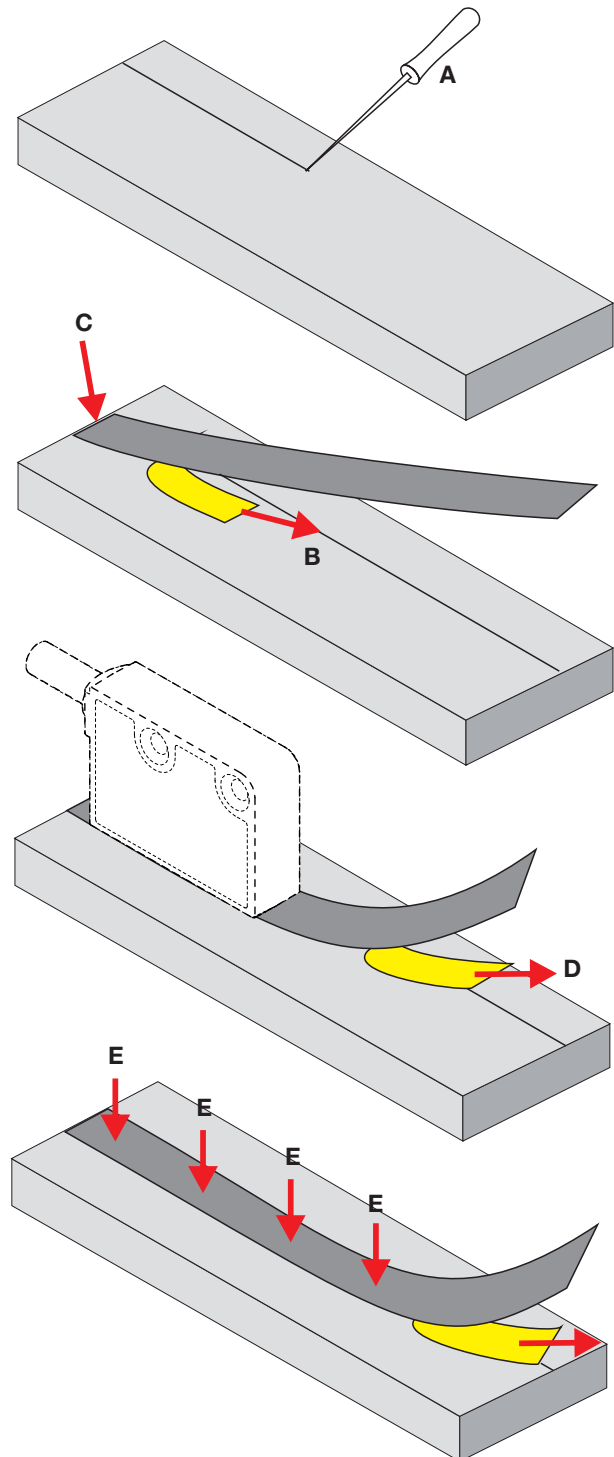

Fig. 4-5: Fixation de la bande magnétique sur une surface plane
1. Prévoir ou tracer l'arête de butée de la bande magnétique sur la partie machine (Fig. 4-5, A).
5. Retirer une partie du film de protection adhésif à l'extrémité arrière de la bande magnétique (Fig. 4-5, B), positionner la bande magnétique et la coller légèrement (Fig. 4-5, C).
6. Retirer un peu plus le film de protection adhésif (Fig. 4-5, D), positionner la bande magnétique et exercer une légère pression manuelle (Fig. 4-5, E).